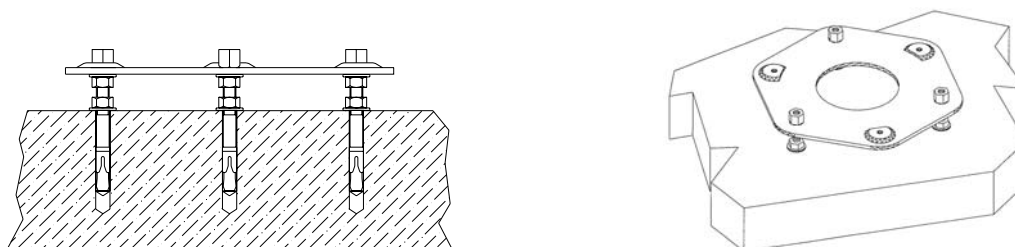

Fig.6
- Eseguire il fissaggio della piastra con i tre dadi esagonali alti (fig.6);